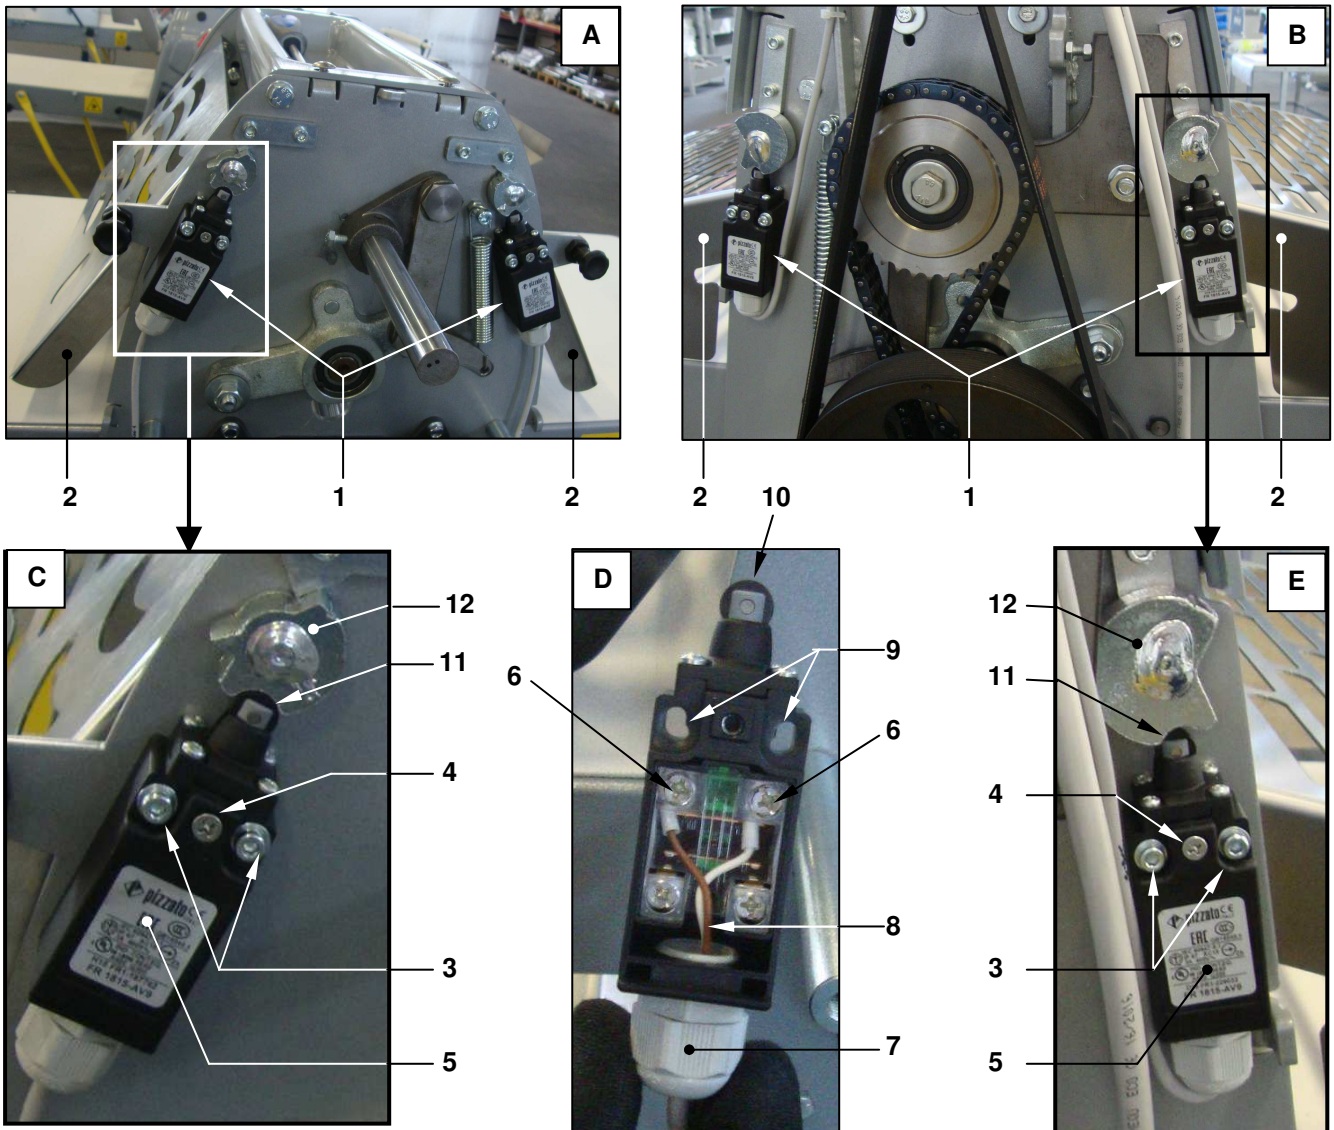

Рис. 44 - Микропереключатели защитных ограждений зоны раскатки
Для доступа к микропереключателям (1) защитных ограждений (2) (См. Рис. 44):